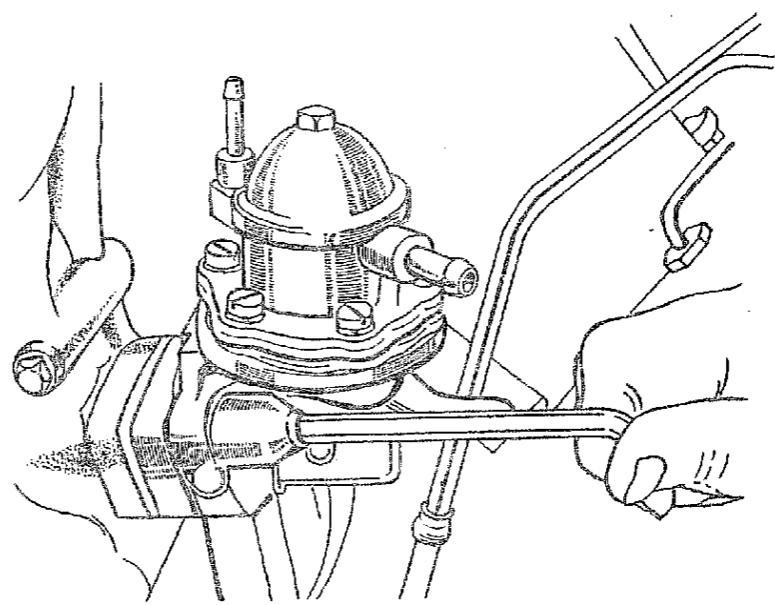
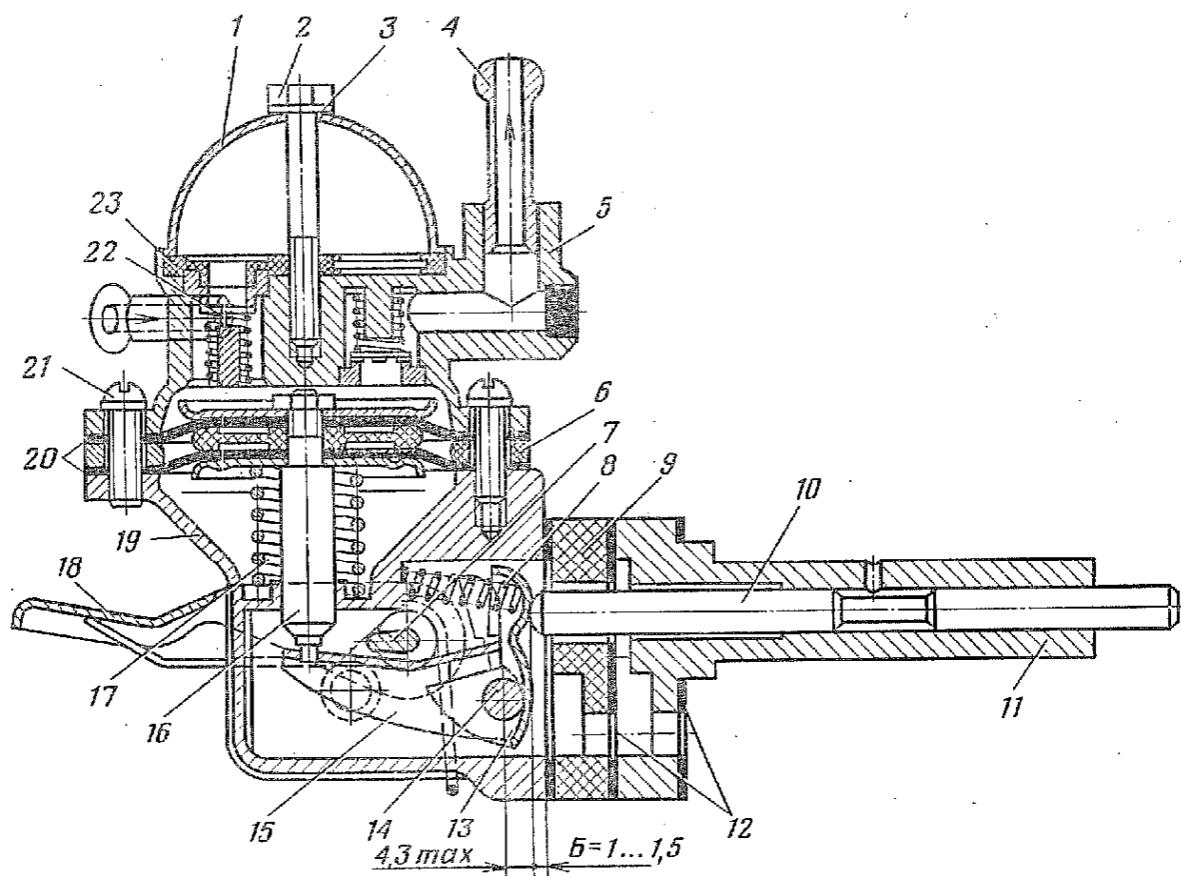

Рис. 45. Снятие топливного насоса
Рис. 46. Топливный насос с деталями установки:
1.4. Отвернуть гайки крепления топливного насоса в крышке распределительных шестерен (рис. 45), снять насос и при необходимости приставку 9 (рис. 46), направляющую 11 со штангой 10 и прокладки 12 (головка 13, вороток).
2.1. Нажать на рычаг 18 (рис. 46) заполнителя насоса до начала рабочего хода, замерить расстояние между рычагом и сопрягающей плоскостью корпуса насоса (штангенциркуль ШЦ-1-125-0,1).
Размер  $A$  регулируется изменением толщины прокладок 12 (рис. 46).